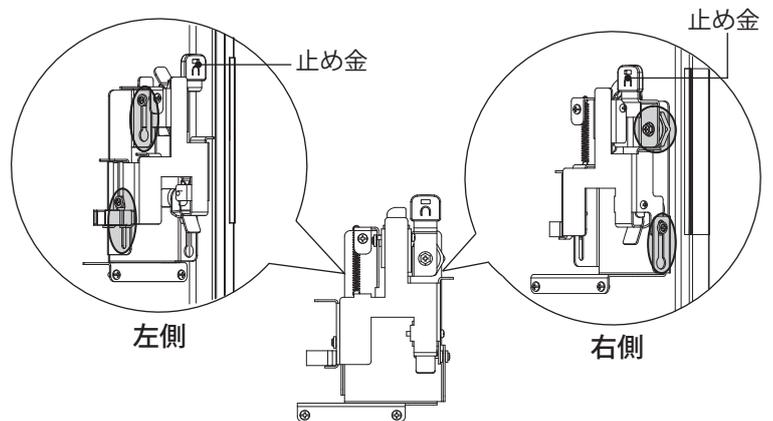

図 4 捺印装置
扉を開いた状態でも、ハンドルの動きが固い ですか？	止め金とハンドルの連結部に潤滑剤を使用 してください(図 4)
2. 潤滑剤を差す (図 4 ●部分)